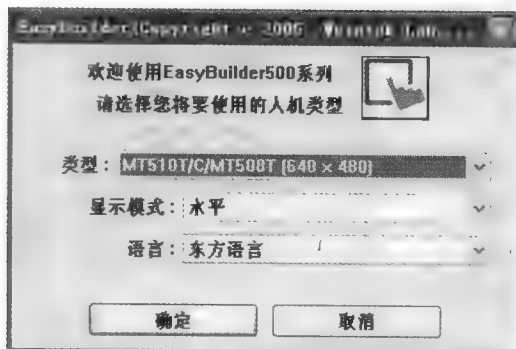

图 7-21 新建项目设置窗口
(1) 新建项目 单击 Easy Builder500 开发界面中新建图标或执行文件菜单中新建命令，弹出新建项目设置窗口，在此窗口中设置触摸屏的类型、显示模式、语言类型，如图 7-21 所示。